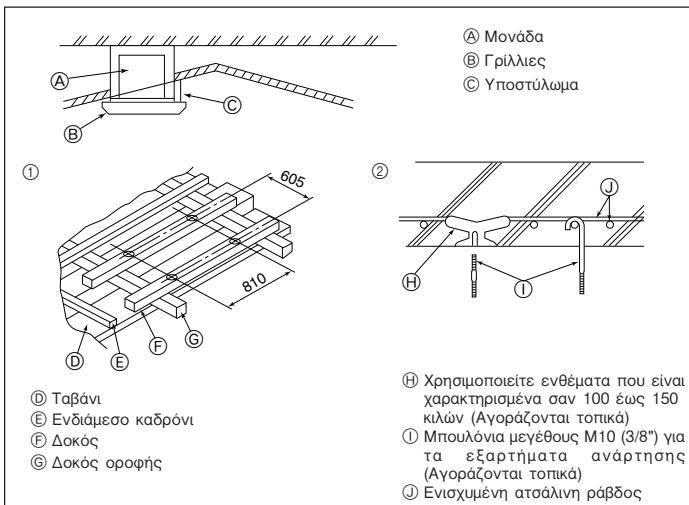

Fig. 2-4
2.4. Υποδομή ανάρτησης (Το μέρος του ταβανιού όπου θ' αναρτηθεί η μονάδα προέπει να έχει ισχυρή υποδομή) (Fig. 2-4)